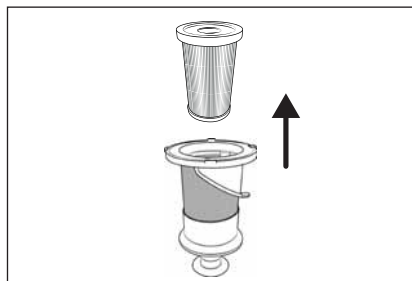

Fig. 19
- 4) Para retirar el filtro HEPA ④ del filtro de acero inoxidable ⑤, agarre el filtro HEPA ④ por el orificio y extráigalo del filtro de acero inoxidable ⑤ (consulte la fig. 19).